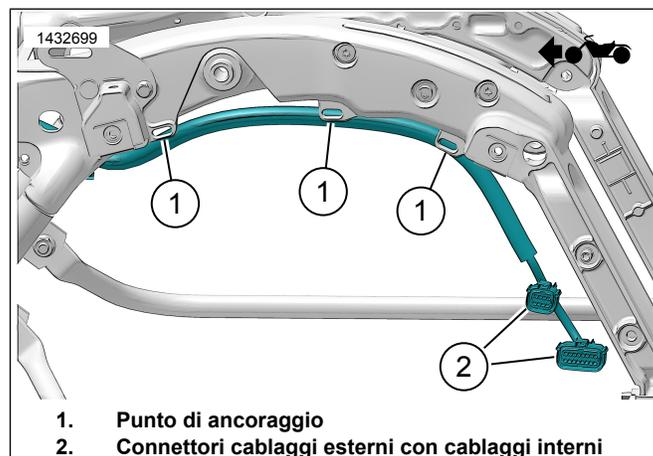

Figura 10. Disposizione cablaggio esterno (tipica)
1. Vedere la figura 10. Disporre il cablaggio esterno della borsa lungo il telaio. Utilizzando le fascette, installare il cablaggio ai punti di ancoraggio senza stringere (1). Non stringere le fascette.
Vedere la figura 10. Collegare il cablaggio esterno della borsa al cablaggio interno (2) sulla borsa.